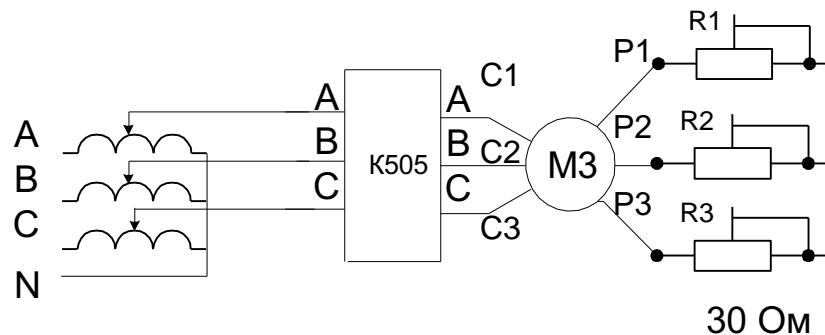

Рис.17.2. Схема включения асинхронного электродвигателя с фазным ротором.
3. Соберите схему с двигателем с фазным ротором согласно рис.17.2. Установите номинальное напряжение на статоре и произведите пуск электродвигателя.